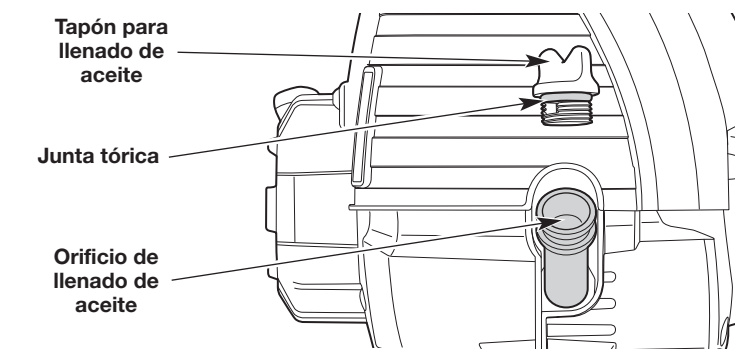

Fig. 18
3. Limpie la zona que rodea el tapón de llenado de aceite (Fig. 18) a fin de evitar que ingresen residuos en el orificio de carga de aceite.
**NOTA:** Compruebe que la junta tórica esté en su lugar en el tapón de llenado de aceite (Fig. 18).
1. Limpie la zona que rodea el tapón de llenado de aceite (Fig. 18) a fin de evitar que ingresen residuos en el orificio de carga de aceite.